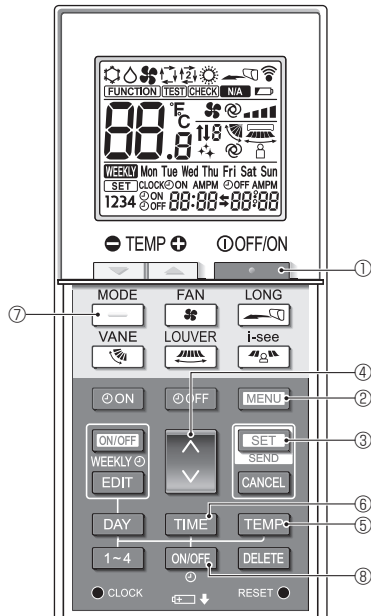

Fig. 6-9
1. กดปุ่ม * ① เพื่อหยุดการทำงานของเครื่องปรับอากาศ
2. กดปุ่ม SET ② ใน 5 วินาที หน้าจอการตั้งค่าโหมดจะแสดงขึ้น
3. กดปุ่ม ← ⑦ โหมดการทำงาน Ⓐ กะพริบ (Fig. 6-9)
4. กดปุ่ม ⬆ ④ เพื่อเปลี่ยนหมายเลขการตั้งค่า
5. ตรวจสอบว่าหมายเลขการตั้งค่า "6" แสดงขึ้น และมีเฉพาะ ⚙️ ที่กะพริบในโหมดการทำงาน Ⓐ จากนั้นกดปุ่ม SET ③ ใน 5 วินาที